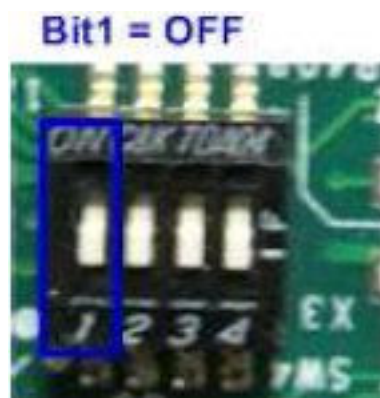

図 2: DIPSW によるクロック入力の指定
- ArriaV GX ボード上の SW4 にて下図 2 に示すように Bit1 を OFF としてクロック入力をプログラマブル・オシレータに選択します。